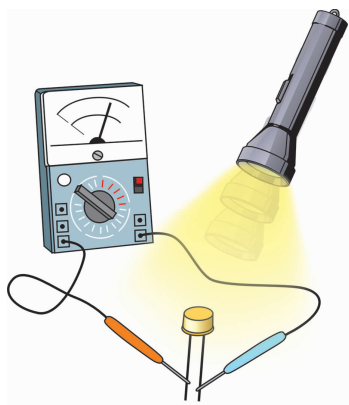

图 3-2-4 用多用电表测电阻的变化
**实验 1:** 如图 3-2-4 所示,用多用电表电阻挡来研究光敏电